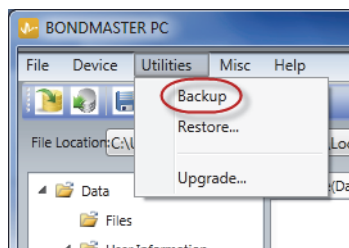

Figura 7-24 Il comando Backup
2. Nel menu **Utilities** (utilità) del software BondMaster PC, selezionare **Backup** (vedere Figura 7-24 a pagina 226).